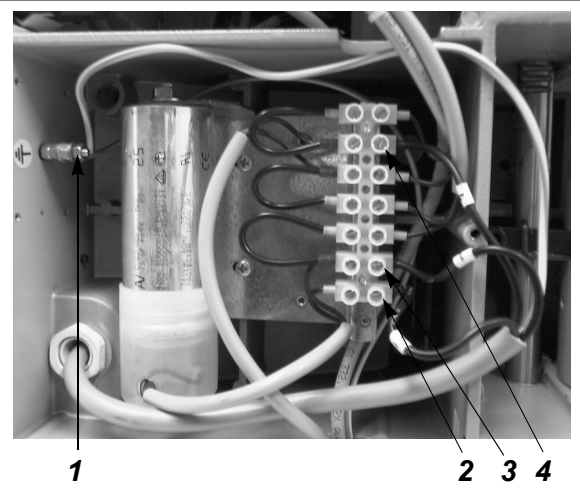

Fig. 35
- 3) Desconectar los 4 cables (1, 2, 3, 4) del motor desde sus conexiones correspondientes (fig.35).
- 20) Conectar los 4 cables del motor (1, 2, 3, 4) (fig.35).